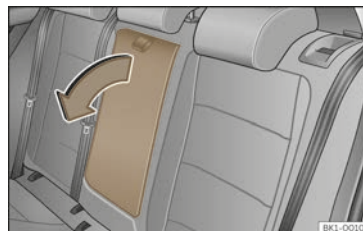

Abb. 105 Herausklappbare Mittelarmlehne hinten (schematische Darstellung).
- Zum **Ausklappen** der Armlehne, Zugschlaufe in Pfeilrichtung ziehen >>> (Abb. 105).